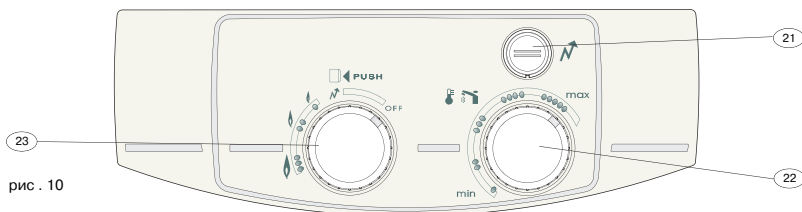

рис. 10
- Выньте рукоятки регулировки (23) подачи газа и регулятора температуры (22) (рис. 10), потянув их на себя
Переведите кнопку-регулятор подачи газа (23) в положение "N" (рис. 10).
горелка. В этом случае, удерживая кнопку-регулятор подачи газа (23), нажмите несколько раз на кнопку (21) до тех пор, пока не включится запальная газовая горелка. После того как включится запальная газовая горелка, продолжайте удерживать кнопку-регулятор подачи газа (23) в положении "N" еще несколько секунд, чтобы запустить систему безопасности, а затем переведите регулятор "23" в положение между отметками "0" и "N" (рис. 10).